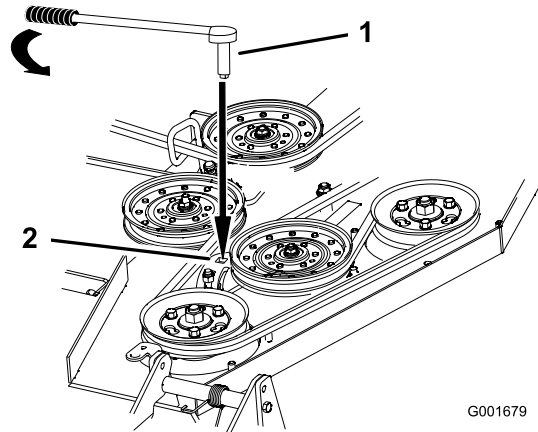

Figura 46
7. Introduzca una llave de carraca con extensión corta en el taladro cuadrado del brazo de la polea tensora fija (Figura 46).